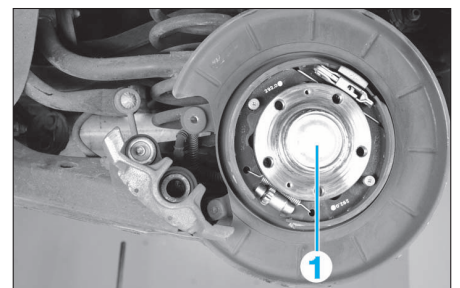

FIG. 48
- le cache écrou (1) (Fig.48).